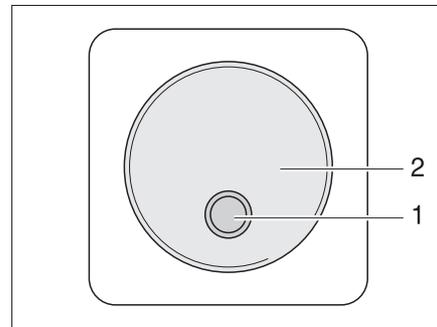

Bild 186 Externer Schalter
- II "Remo." = Gerät kann am externen Schalter (Bild 186,1) ein- und ausgeschaltet werden.
Der externe Schalter für den Wechselrichter (Bild 186) befindet sich im Innenraum des Fahrzeugs, beispielsweise im Eingangsbereich. Der Schalter ist mit der Beschriftung "Wechselrichter" gekennzeichnet. Die LED (Bild 186,1) zeigt den Betriebszustand des Wechselrichters an.